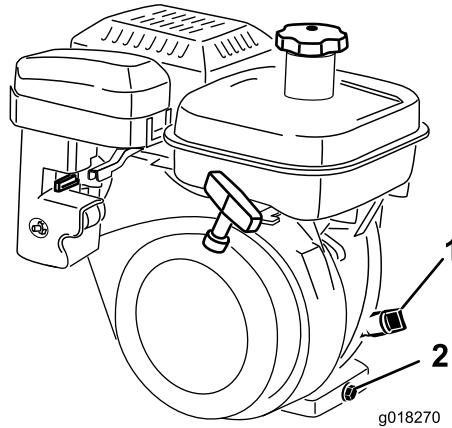

Figura 30
2. Coloque el cortacésped con el motor nivelado, y limpie la zona alrededor del indicador del nivel de aceite (Figura 30).
3. Retire el indicador del nivel de aceite girándolo en el sentido contrario a las agujas del reloj (Figura 30).
4. Limpie el indicador e introduzcalo en el orificio de llenado. No enrosque el indicador en el orificio. Luego retírelo y compruebe el nivel de aceite. Si el nivel es bajo, añada solamente aceite suficiente para que llegue entre las marcas H y L del indicador (Figura 30). Vuelva a comprobar el nivel de aceite. No llene demasiado.
2. En la parte trasera de la máquina, coloque un recipiente debajo del tapón de vaciado (Figura 30). Afloje el tapón de vaciado.